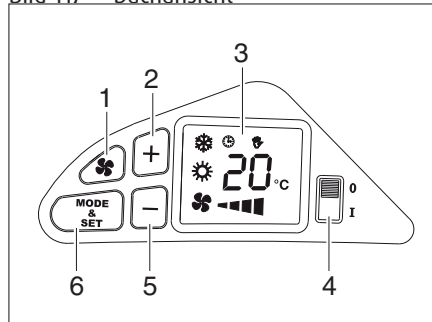

Bild 119 Bedienfeld
- Am Schalter (Bild 119,4) die Klimaanlage einschalten. Beim Einschalten wartet das System immer 2 Minuten, bevor es den Kompressor einschaltet und in den automatischen Betrieb geht.
- Die gewünschte Betriebsart mit der Taste (Bild 119,6) auswählen.
Die Symbole im Display (Bild 119,3) zeigen die gewählte Betriebsart an:
- Durch gleichzeitiges Drücken der Taste (Bild 119,1) und eine der Tasten (Bild 119,2) oder (Bild 119,5) wird die Lüftungsgeschwindigkeit im manuellen Betrieb eingestellt.
- Durch Drücken der Tasten (Bild 119,2) oder (Bild 119,5) wird die Temperatur eingestellt
*Ausschalten:* ■ Am Schalter (Bild 119,4) die Klimaanlage ausschalten.